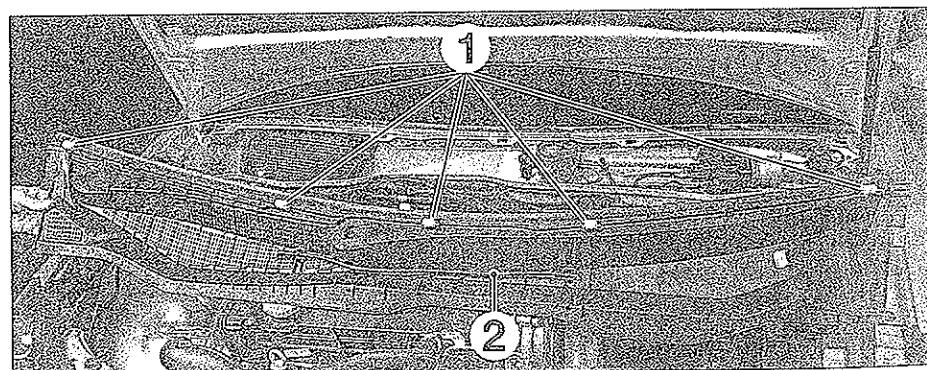

FIG. 20
- Desengrapar las cinco grapas (1) de ventilación tirando delicadamente hacia arriba perpendicularmente al parabrisas (fig. 20).
- Desconectar el tubo de lavalunas (2).